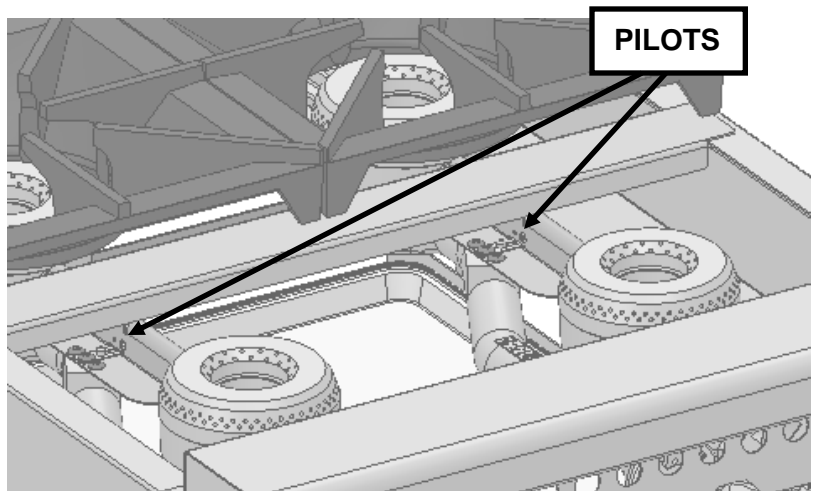

Fig. 5
1. See Fig 5. Turn main gas shut-off valve and all burner control knobs to the OFF position and wait 5 minutes to allow any accumulated gas to escape.
1. Voir Fig. 5. Fermez le robinet d'arrêt principal et tous les boutons de commande et attendez 5 minutes pour permettre à tout gaz accumulé de s'échapper.